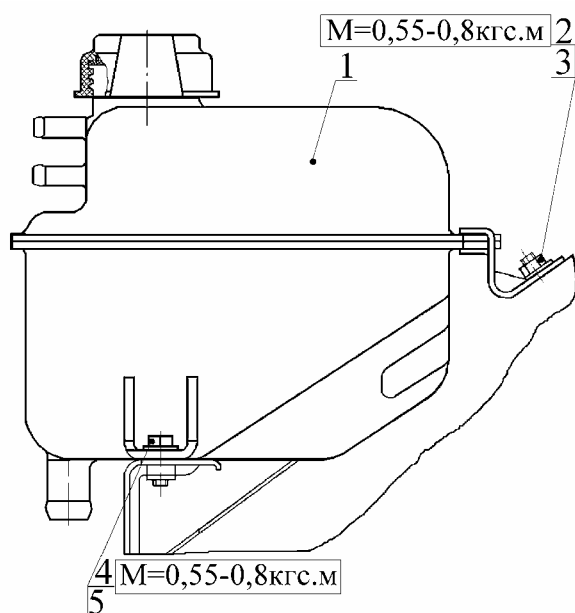

Рис. 50. Установка расширительного бачка:
5.20. Установить расширительный бачок 1 (рис. 50), завинтить гайку 3 с шайбой 4 и завинтить два болта 5 с шайбами 6.